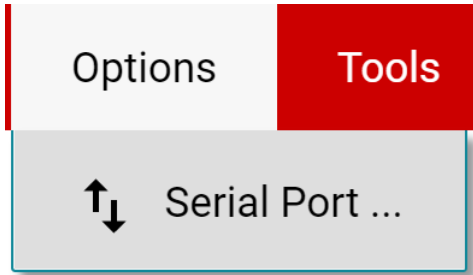

图 4-8. 更改串行端口
- b. 如果 GUI 中未显示 **Hardware Connected** 和 **DEVICE CONNECTED**，请检查 *Options >> Serial Port* 下的不同硬件 COM 端口，如图 4-8 所示。